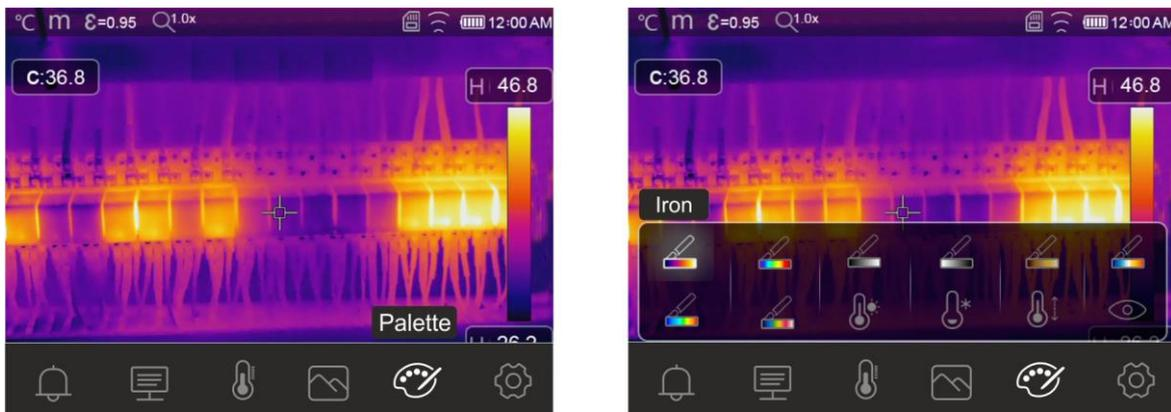

Fig. 40: Sélection des palettes de couleurs et des fonctions isothermes
2. Touchez l'icône «  » pour entrer dans le menu « Menu Palette ». La page-écran de la Fig. 40 – partie droite s'affiche à l'écran